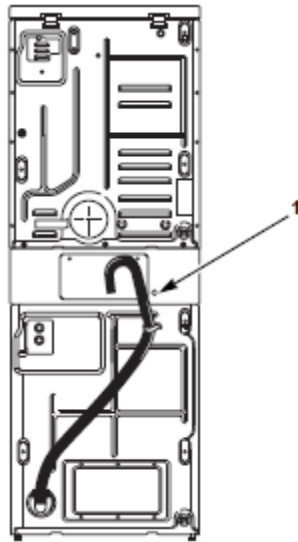

Рисунок 20
4. Протяните кабель питания через отверстие. Смотрите *Рисунок 20*.